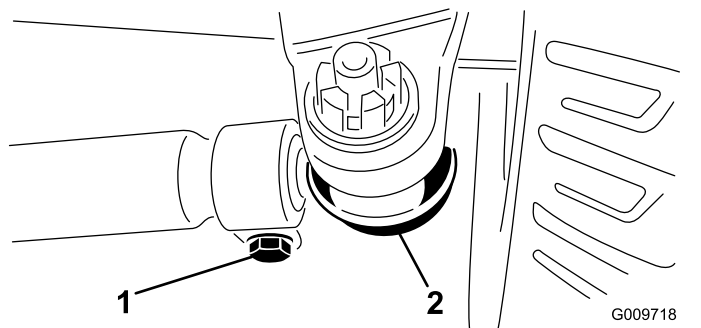

Figura 110
- Para ajustar, retire la chaveta y la tuerca de cualquiera de las articulaciones esféricas de la biela (Figura 110). Retire la rótula de la biela del soporte del cojinete del eje.
- Afloje las abrazaderas en ambos extremos de las bielas (Figura 110).